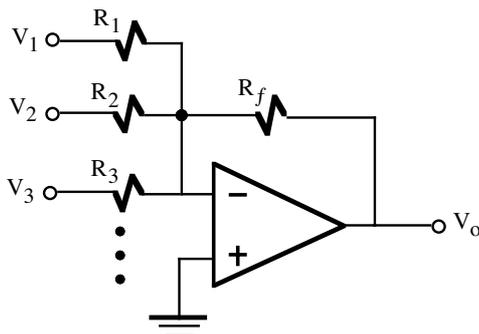

Figura 8.8. Amplificador sumador.
- **Amplificador sumador.** El circuito mostrado en la figura 8.8, como su propio nombre indica, permite sumar algebraicamente varias señales analógicas. La tensión de salida se expresa en términos de la tensión de entrada como